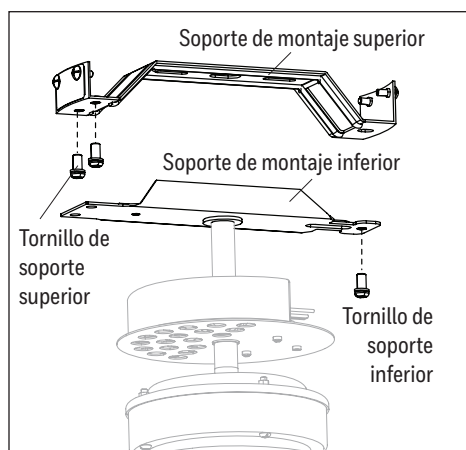

Figure 2.1
1. **Nota:** retire la limitación de cables de los cables que se encuentran en la parte superior del soporte inferior. Retire el tornillo del soporte inferior preensamblado del soporte de montaje inferior y los tornillos del soporte superior del soporte de montaje superior (Figure 2.1).